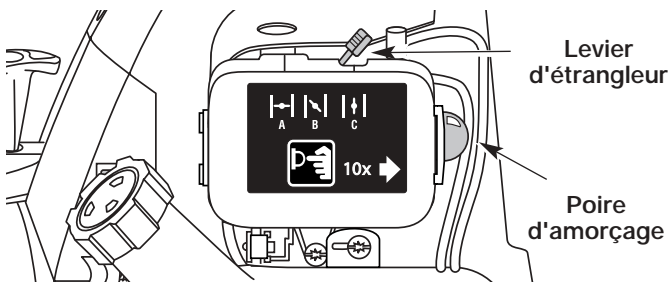

Figure 21
4. Mettez le levier d'étrangleur en position d'étranglement **MAXIMUM (A)** |←| (Fig. 21).
**NOTE** : Placez le levier d'étrangleur au-dessus du symbole correspondant de l'autocollant du couvercle du filtre à air (Fig. 21).
5. Enfoncez complètement puis relâchez graduellement la poire d'amorçage 10 fois. Vous devriez sentir et voir de l'essence dans la poire (Fig. 21). S'il n'y en a pas, appuyez trois fois de plus ou jusqu'à en voir.
7. L'appareil étant prêt à démarrer et le levier en position d'étranglement **MAXIMUM (A)** |←| tirez brusquement sur la corde de démarrage 5 fois. Si le moteur essaie de démarrer avant la cinquième fois, passez à l'étape 8.
8. Mettez le levier d'étrangleur en position **PARTIEL (B)** |↘| (Fig. 21).
**NOTE** : Le moteur ne peut fonctionner en position d'étranglement **MAXIMUM (A)** |←|.
2. Mettez le levier d'étrangleur en position **PARTIEL (B)** |↘| (Fig. 21).
3. Enfoncez complètement puis relâchez graduellement la poire d'amorçage 10 fois. Vous devriez sentir et voir de l'essence dans la poire (Fig. 21). S'il n'y en a pas, appuyez trois fois de plus ou jusqu'à en voir.